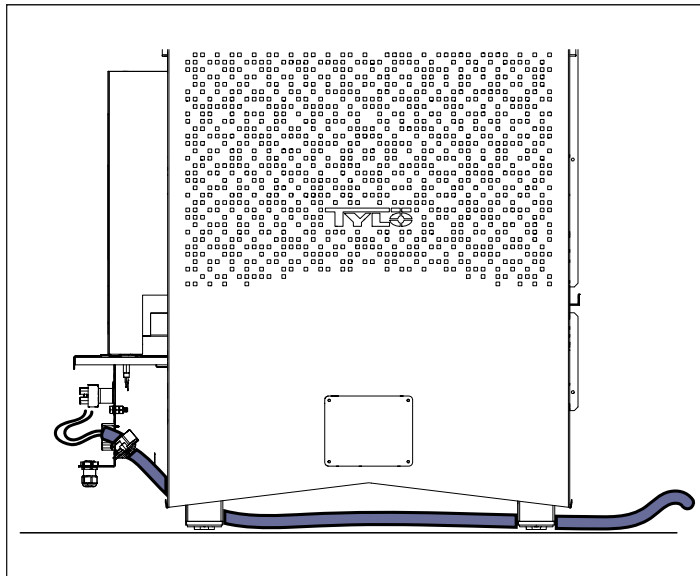

Fig 11: Elkabel dras under aggregat
6. Anslut elkabeln (se Fig 11 & 12) enligt kopplingsschema (se fig 18)